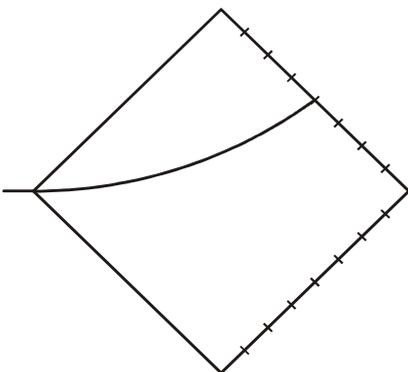

Fig. 3: deviazione del fascio di elettroni attraverso il centro della scala sul bordo dello schermo fluorescente
- Aumentare lentamente la corrente $2 I_H$ con la coppia di bobine di Helmholtz, fino a quando il fascio di elettroni scorre sul margine dello schermo fluorescente attraverso il centro della scala (vedere la Fig. 3).